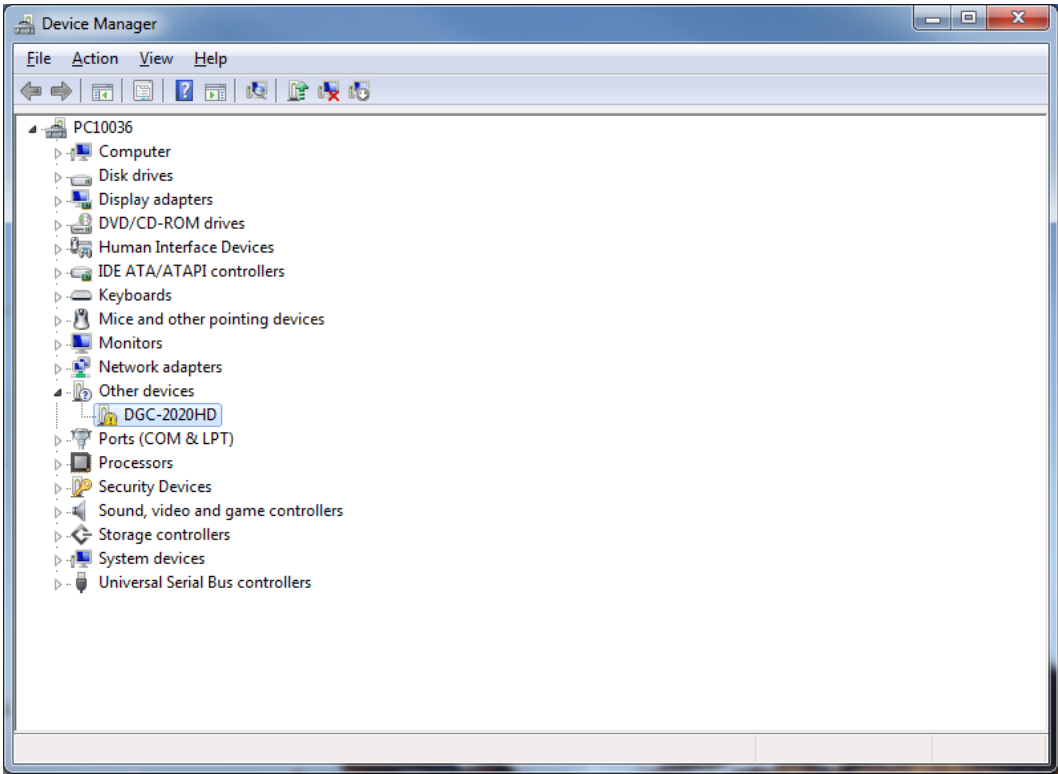

Figura 8-2. Administrador de dispositivos
Paso 2: Abra el Administrador de dispositivos de Windows® como se muestra en la Figura 8-2. Haga clic derecho en DGC-2020HD (o en Dispositivo desconocido) en Otros dispositivos y seleccione Propiedades.